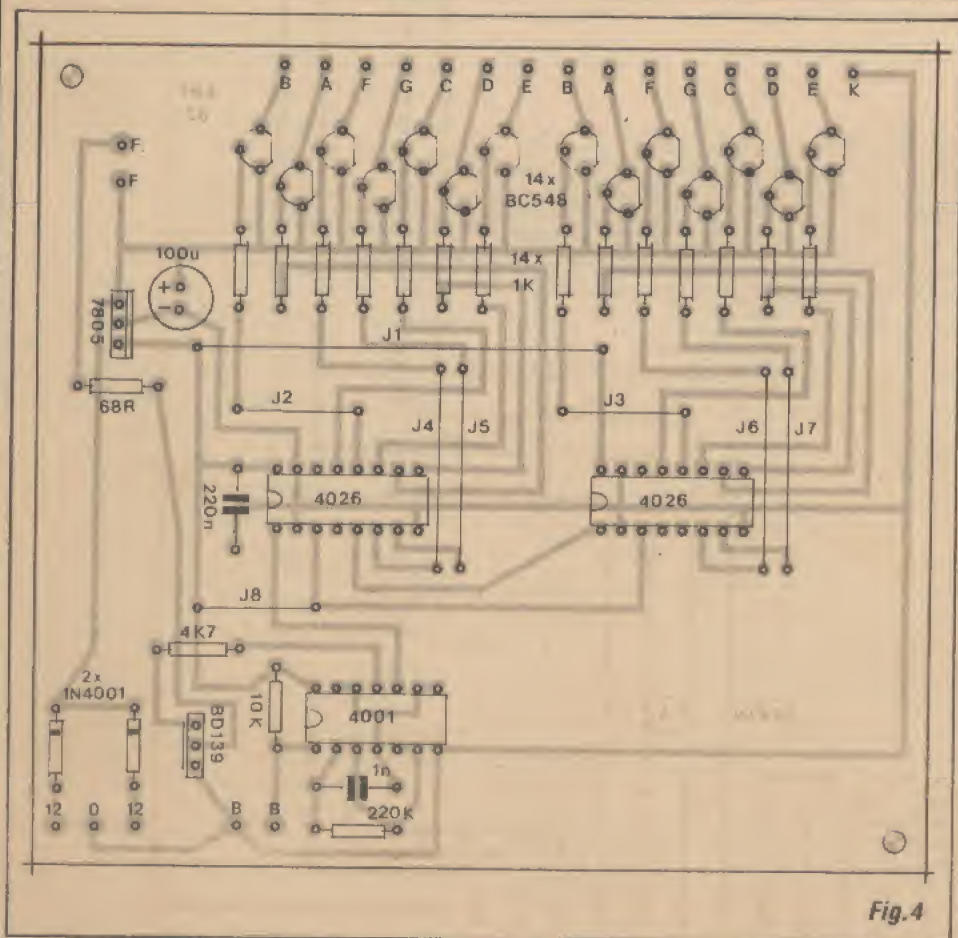

Fig. 4
- FIG. 4 - CHAPEADO DA MONTAGEM (PLACA A) - Na placa principal do circuito respousam praticamente todos os componentes (menos os *displays* e alguns poucos periféricos, detalhados nos próximos diagramas...). Vemos, na figura, seu lado não cobreado, cada uma das peças devidamente identificada pelos códigos, valores, indicadores de posição/polaridade, etc., como é costume nas descrições das montagens de APE... É só seguir *tudinho* com bastante atenção, sem pressa (mais do que em qualquer outra atividade, em eletrônica o *aperreio* é um *brutal inimigo da perfeição*...), conferindo cada etapa, e verificando tudo - novamente - ao final...